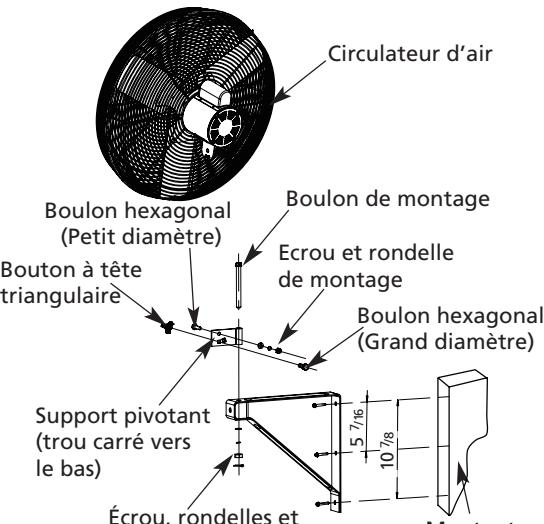

Figure 4 – Assemblage au mur
(Reportez-vous aux figures 4 et 5.)
- Positionnez le support pivotant sur le support mural / pour plafond comme indiqué à l'étape 1. Fixez avec le boulon, la rondelle plate, la rondelle de blocage et l'écrou de montage selon les figures 4 et 5. Serrez à un couple de serrage de 120-130 po-lb. Enfin, fixez avec la goupille fendue dans le trou du boulon de montage. Positionnez le support pivotant dans la fourche du moteur et alignez le trou du support de pivot sur le trou rond du support pivotant.